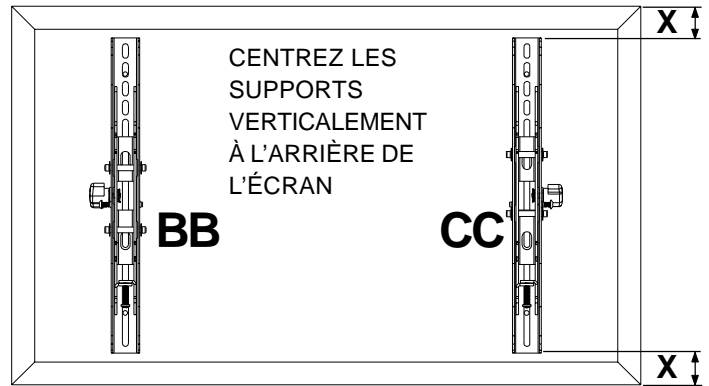

fig 2.1
- 2 Pour éviter de rayer l'écran, placez un chiffon sur une surface plate et horizontale capable de soutenir le poids de l'écran. Placez l'écran sens dessus dessous. Si l'écran est muni de boutons à l'arrière, enlevez-les pour pouvoir fixer les supports adaptateurs. Placez les supports adaptateurs (**BB** ou **CC**) à l'arrière de l'écran, alignez-les sur les trous et centrez-les sur l'arrière de l'écran, comme illustré à la figure 2.1. Fixez les supports adaptateurs à l'arrière de l'écran à l'aide d'un ensemble approprié de vis, de rondelles universelles et de pièces d'écartement, comme illustré à la figure 2.3.